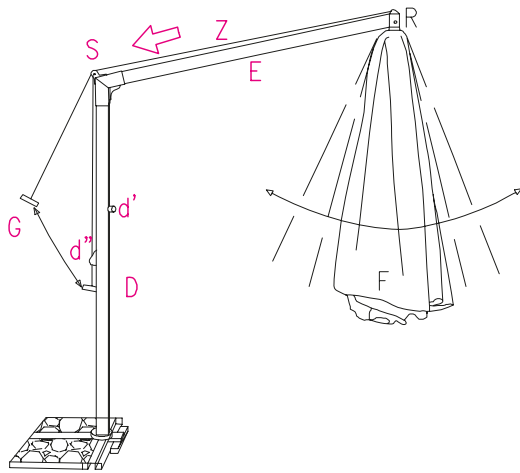

Fig. 3
- (Abb. 3) Das Stahlkabel (Z) durch die Seilrolle (S) führen.
ÖFFNEN DES SONNENSCHIRM "RIO"**ÖFFNEN DES SONNENSCHIRM (Abb. 3 - 3d - 9)**
MONTAJE DE LA ESTRUCTURA (fig. 3 - 3a - 3b - 3c)
- Para el montaje del montante vertical D con la conexión de la sombrilla R poner cuidado que la posición del botón automático d' sea la indicada en la fig.3 a.
- (fig. 3) hacer pasar el cable de acero (Z) en la polea (S).
COMO UTILIZAR SU "RIO"**ABERTURA DEL QUITASOL (fig.3 - 3d - 3e)**